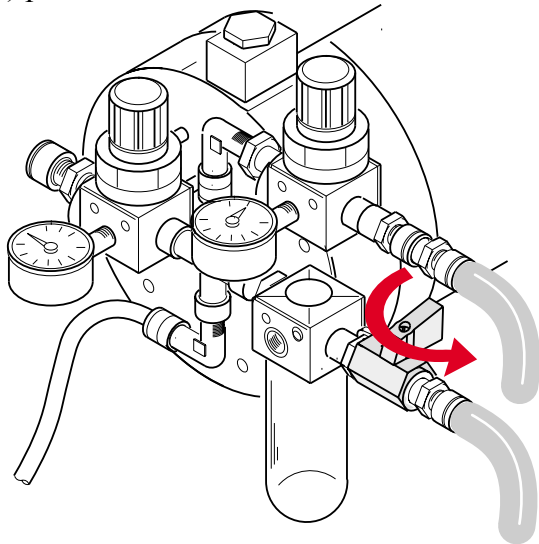
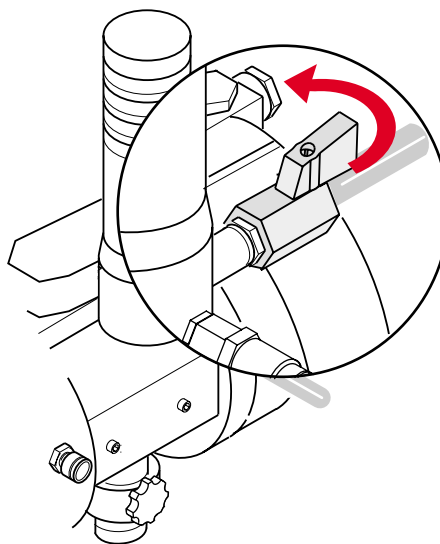

Fig.44
Fig.45
6) Chiudere l'ingresso dell'alimentazione aria (fig.44) ed aprire il rubinetto di ricircolo (fig.45) per far uscire il solvente e l'aria rimasti all'interno del circuito.